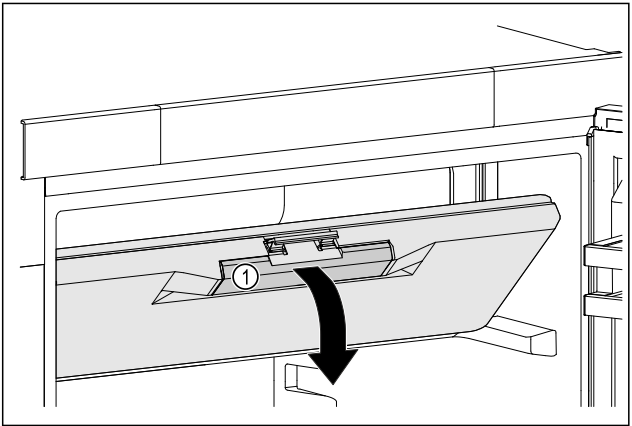

Fig. 27
- Afferrare lo sportello del vano congelatore dalla maniglia incassata Fig. 27 (1).